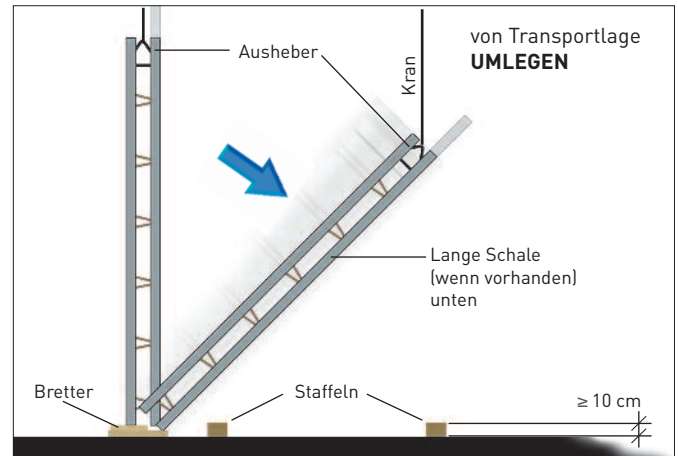
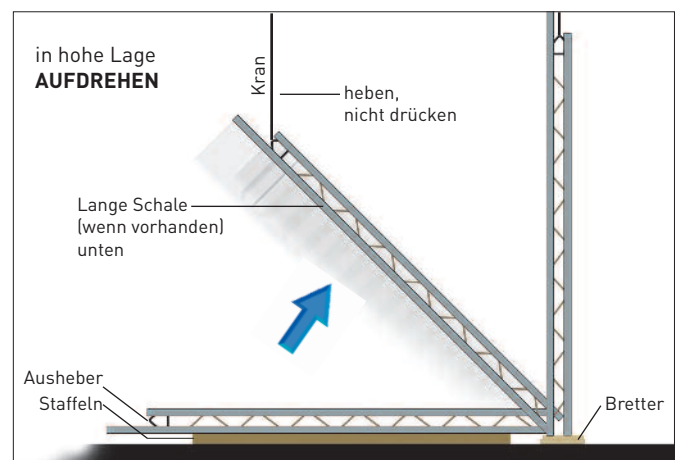

Bild 13a: Von Transportlage UMLEGEN
Bild 13b: in hohe Lage AUFDREHEN
- Doppelwandelement anhängen, Sicherungsbolzen lösen, aus dem Transportgestell herausheben und umlegen (Bild 13a).
- Unter aufzukippender Kante immer Bretter als Niveaueausgleich legen (siehe Bild 13a und 13b) vorstehende Teile entlasten (z.B. längere Schalen) (Bild 13b).